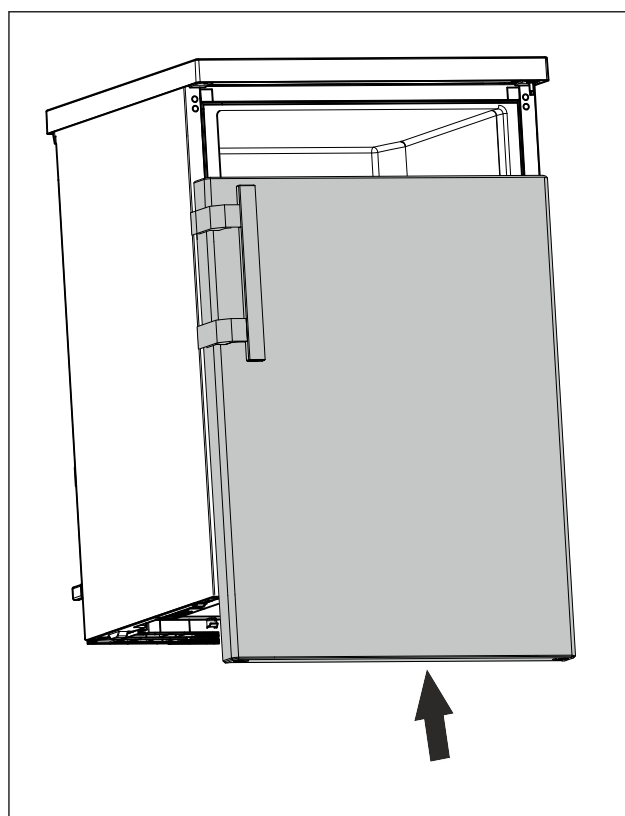

Fig. 24
- ▶ Skjut på dörr i stängt läge på övre bulten. (se Fig. 24)